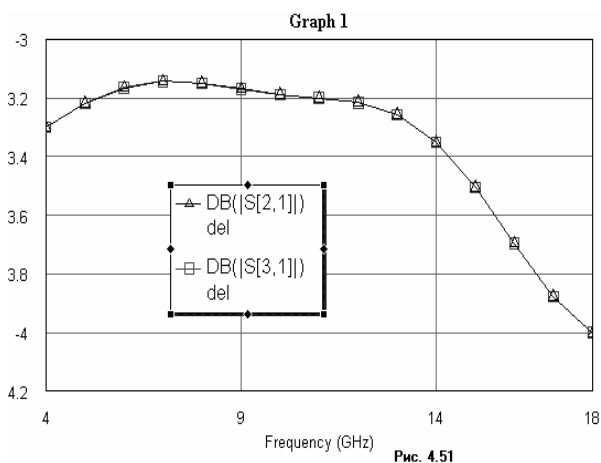

Рис. 4.51
1. Щёлкните левой кнопкой мышки по значку **Analyze** на панели инструментов. Результаты анализа отображаются на графике рис. 4.51.